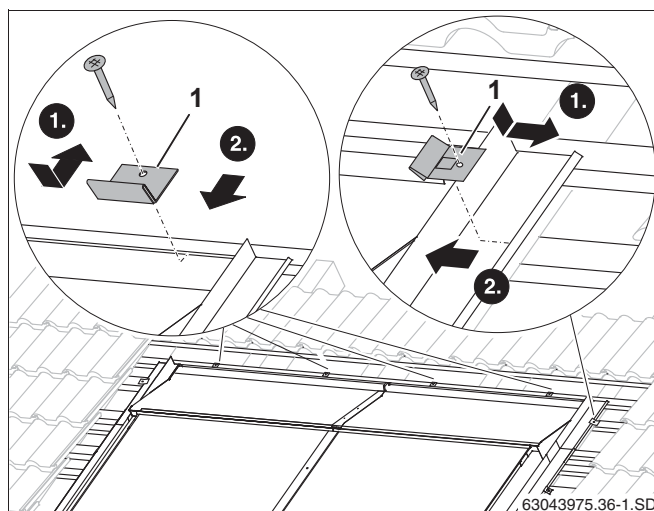

Рис. 59 Крепление накладных листов прихватами
- ▶ Уложите прихват (рис. 59, **поз. 1**) в кант накладного листа.